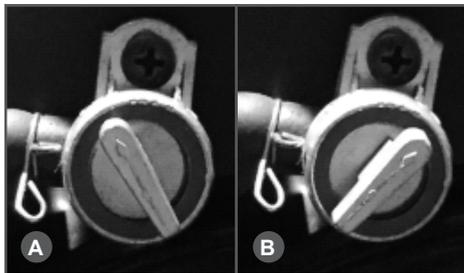

Рис. 7 Положение рычага топливного крана
1. Откройте топливный кран. Для этого рычаг топливного крана (Рис. 7В) установите в крайнее правое положение.